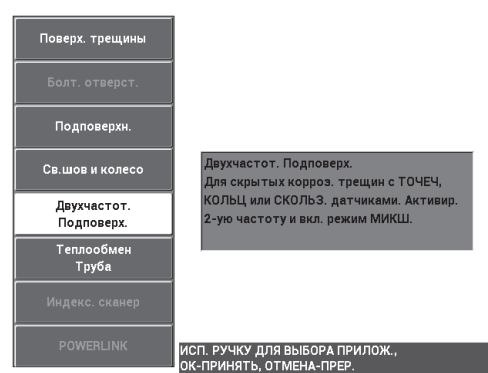

Рис. 5-113 Выявление подповерхностных трещин в двухчастотном режиме
2. Нажмите клавишу меню ADV SETUP () и выберите **ВЫБОР ПРИЛОЖ.** (клавиша A), чтобы открыть меню выбора приложений. С помощью ручки выберите **Двухчастот. подповерх.** и нажмите  для подтверждения (см. Рис. 5-113 на стр. 213).